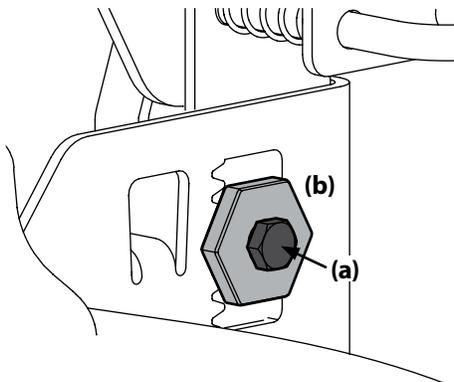

Figura 4-4
3. Afloje, pero NO extraiga, el perno de cabeza hexagonal (a) ubicado en el gancho trasero izquierdo de la plataforma. Consulte la Figura 4-4.
4. Con una llave, levante o baje el lado izquierdo de la plataforma girando el engranaje de ajuste (b). Consulte Figura 4-4.